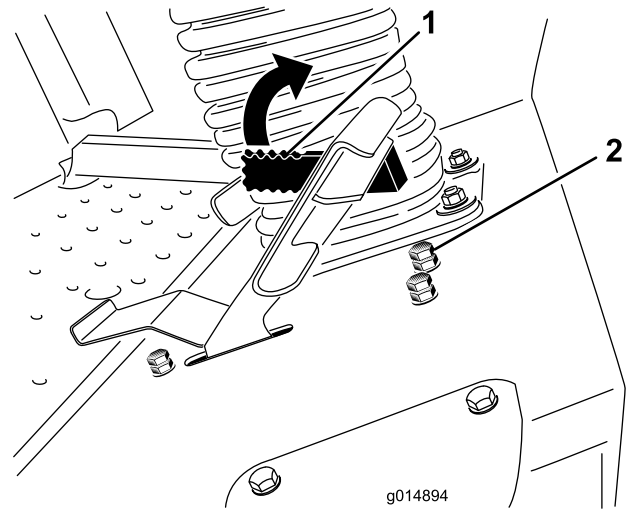

Figure 40
3. Desserrez l'écrou de blocage sur le boulon d'arrêt du limiteur de vitesse de tonte (Figure 40).
Le levier limiteur de vitesse de tonte (Figure 40) peut être basculé en avant pour limiter la vitesse de déplacement pendant la marche.